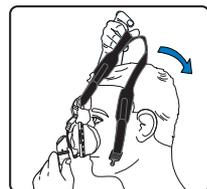

Abbildung 3
- Die Maskenhalterung über den Kopf ziehen (Abbildung 3). Den Quick Clip wieder anbringen, wenn die Maskenhalterung richtig sitzt.